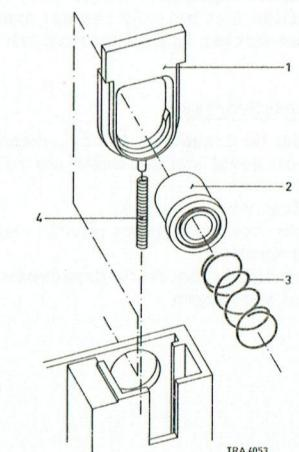

Fig. 2
3. To check compression spring 4 (see Fig.2).
3. Contrôle du ressort de pression 4 (voir fig.2).
3. Controllare la molla di compressione 4 (ved. fig.2).
3. Controle van drukveer 4 (zie fig.2).
3. Kontrolle von Druckfeder 4 (siehe Abb.2).